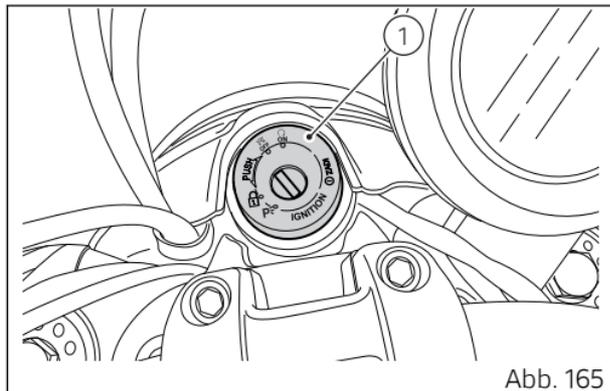

Abb. 165
Den Zündschlüsselschalter in die Position (1, Abb. 165) bringen. Überprüfen, dass die grüne Kontrollleuchte N (A) und die rote Kontrollleuchte  (B) im Cockpit aufleuchten.